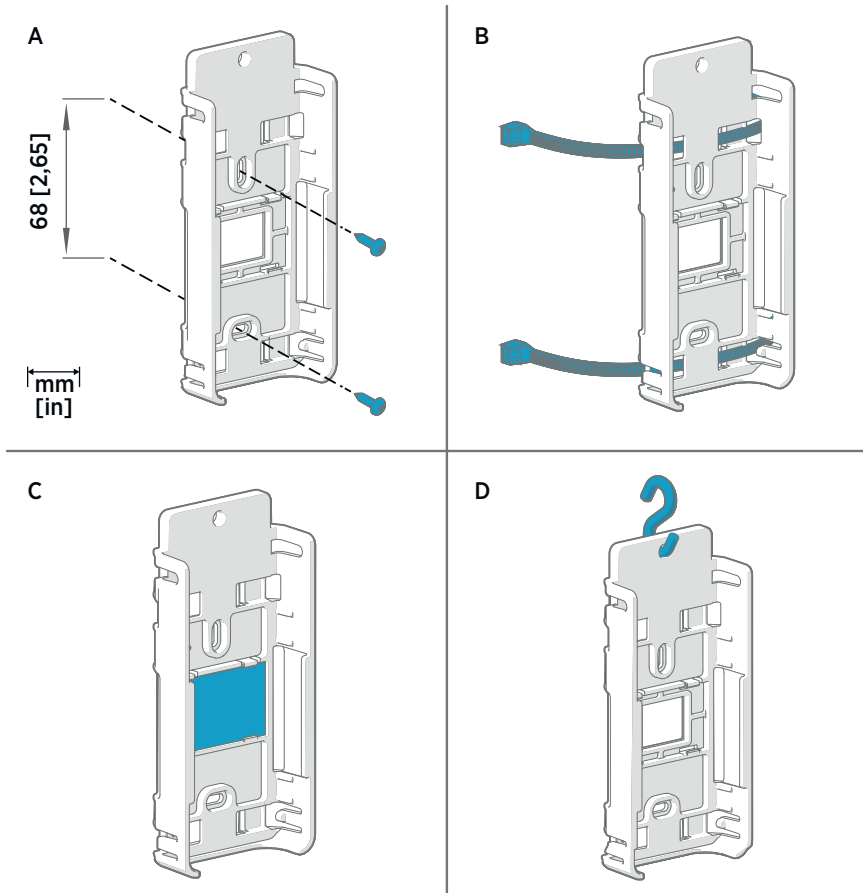

Figura 37 Métodos de montagem do RFL100
2. Fixe o suporte de montagem usando um dos métodos mostrados na Figura 37 (página 54). Oriente o suporte verticalmente de modo que a sonda ou o cabo da sonda aponte para baixo após a instalação. Não instale o RFL100 sem o suporte de montagem.